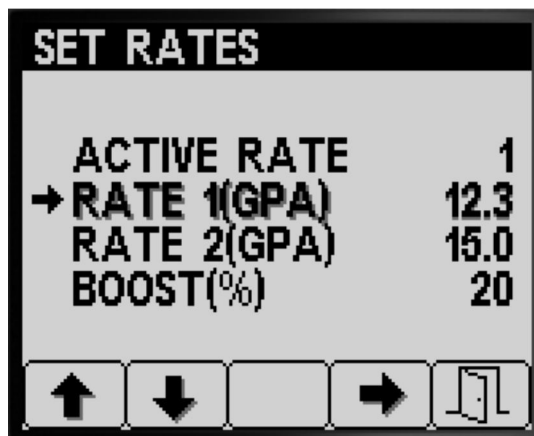

Figura 6
1. Pulse el botón 1 o el botón 2 para desplazarse a la opción CAUDAL 1 o CAUDAL 2 (Figura 6).
2. Pulse el botón 4 para seleccionar la opción de CAUDAL de fumigación (Figura 6).